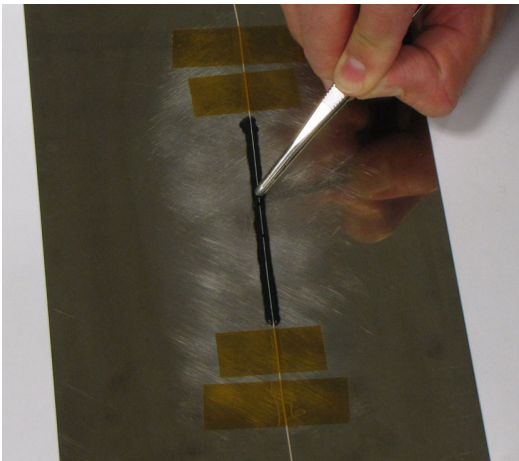

図2.11 先端が丸いピンセットで光センサファイバFS70PKFを押し下げる
- ▶ さらに2つの接着テープを粘着エリアの両端に直接貼り付けます（図2.11）。